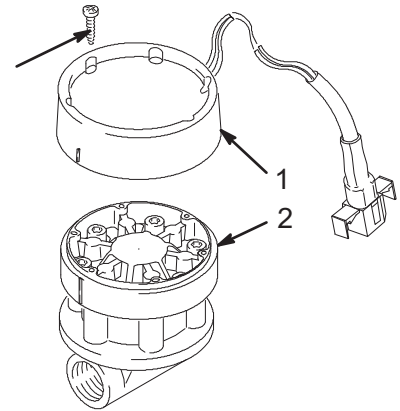

图 1
7. 安装新的脉冲模块（1）。将脉冲模块侧面的凹口与计量单元侧面的凹口对齐。使用新螺钉并按相反方向均匀地将它们拧紧至 3 至 5 英寸-磅（0.34 至 0.57 牛·米）。参见图 1。